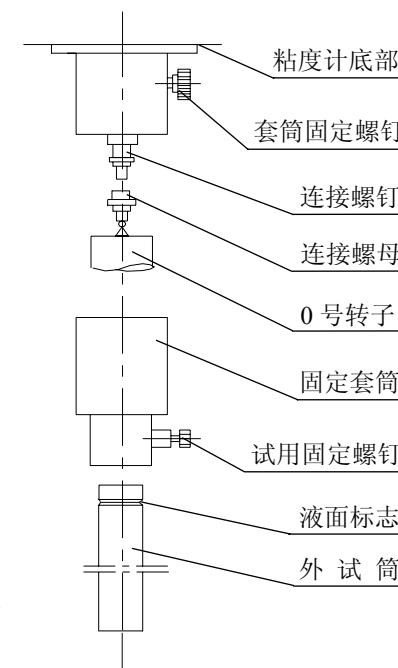

图 4
5. 使用 0 号转子和低粘度液测试附件可按下列步骤操作。（见图 4）